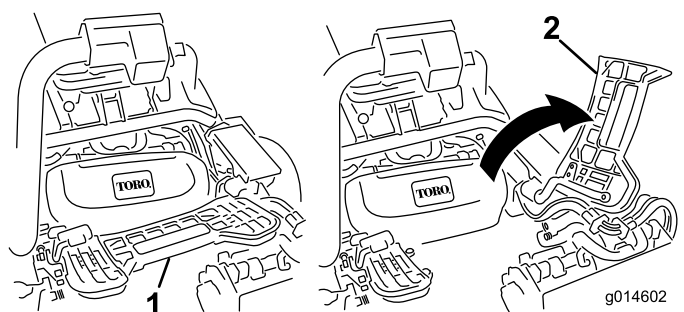

Figura 51
2. Sollevate il poggiapiedi e ruotatelo fino all'apertura, per consentire l'accesso alla posizione dell'apparato di taglio centrale. (Figura 51)